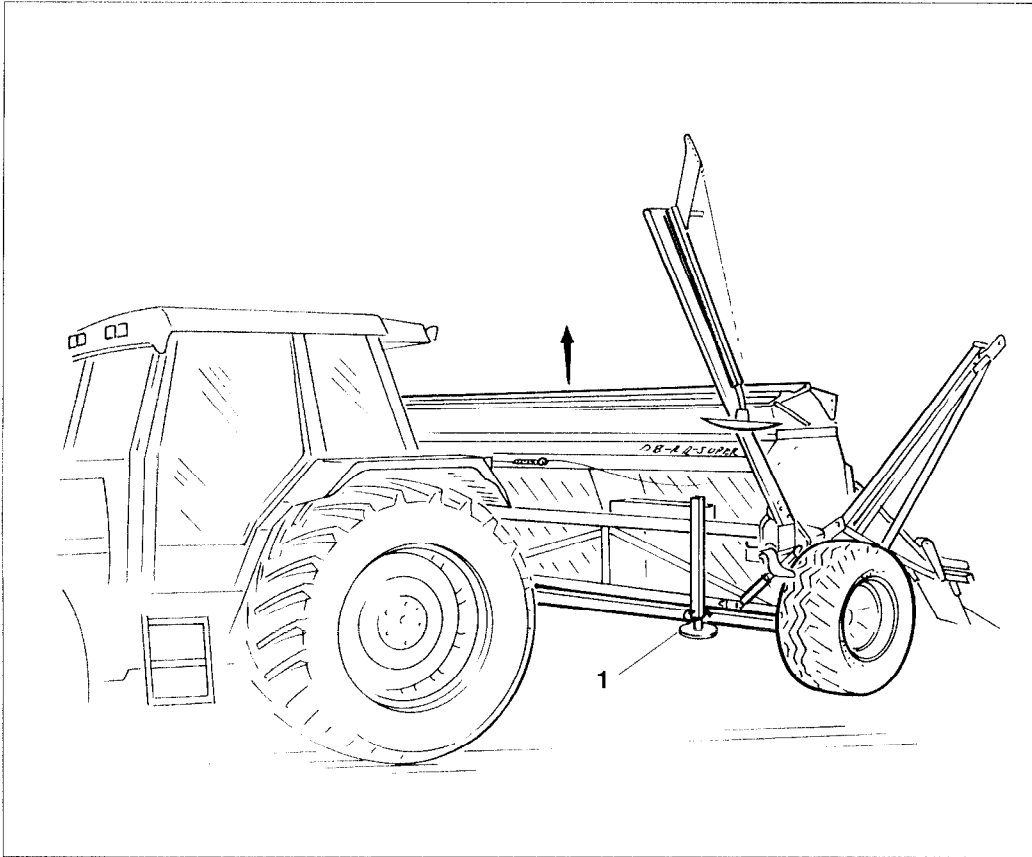

Fig. 20.4
Stützfuß (Fig. 20.4/1) in Stützstellung bringen:
- Sämaschine am Dreipunkt (siehe Fig. 20.4) ankuppeln und anheben.